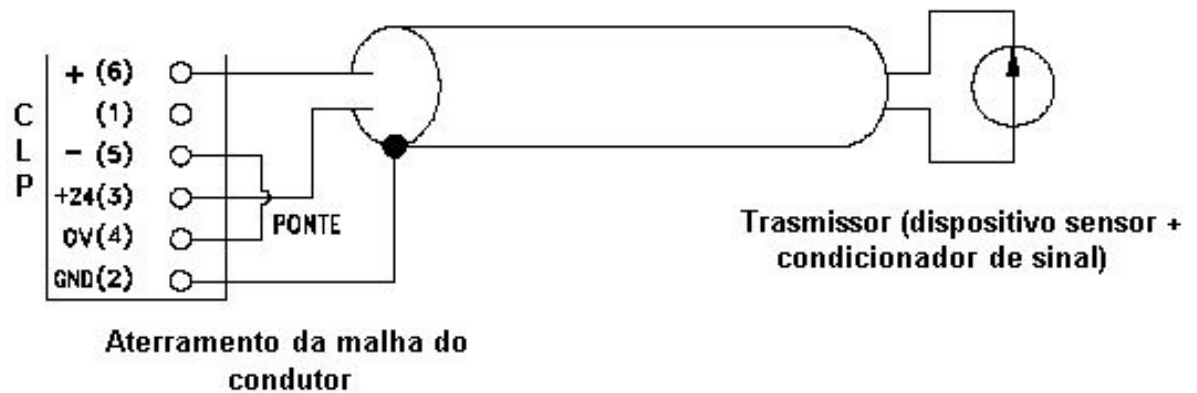

Fig. 8 - Ligação a dois fios de um transmissor com sinal de saída em corrente a um canal de entrada analógica em corrente de um CLP
- **Saída em corrente:** o transmissor encaminha variações de corrente equivalentes ao valor da variável que está sendo medida, a um dispositivo que fará a aquisição deste sinal. Uma configuração de ligação muito comum é aquela mostrada na Fig. 8, em que o equipamento é alimentado pelo próprio cabo pelo qual transmite o sinal. Este tipo de ligação é chamada "a dois fios".